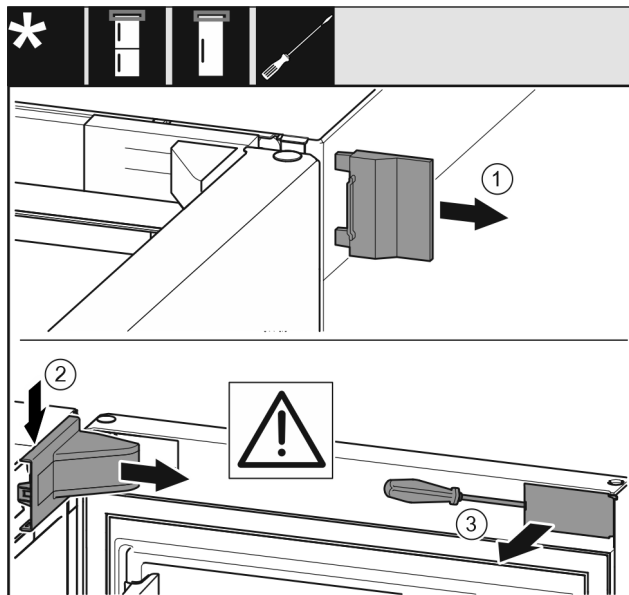

Fig. 6
- ▶ Sejměte vnější kryt. Fig. 6 (1)
- ▶ Odjistěte a uvolněte kryt stojanu ložiska. Sejměte kryt stojanu ložiska. Fig. 6 (2)
- ▶ Plochým šroubovákem vyjměte zásepku a otočte ji ke straně. Fig. 6 (3)